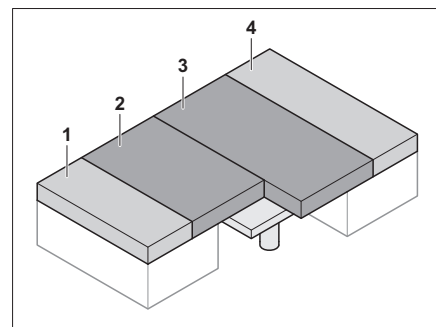

Bild 71 Nach dem Umbau
- Die Sitzpolster (Bild 71,2 und 3) zur Mitte ziehen.
- Die Rückenpolster (Bild 71,1 und 4) zwischen die Sitzpolster (Bild 71,2 und 3) und die Außenwand legen.